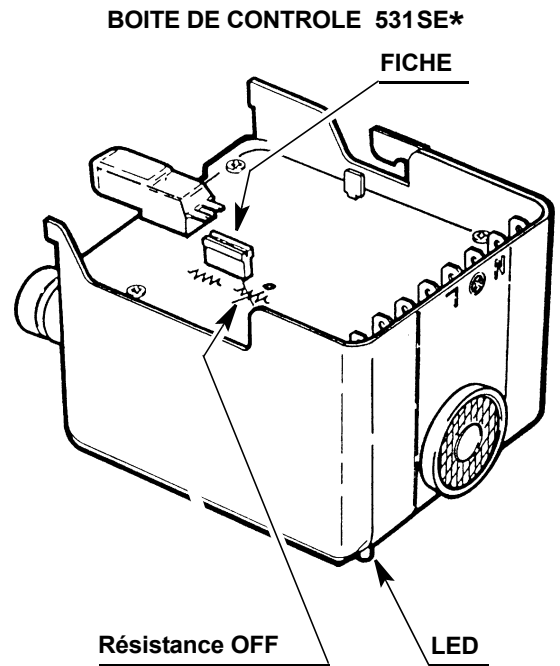

Fig. 20
- ▶ Si le moteur ne démarre pas ça signifie que le défaut n'est ni dans le retardateur ni dans la résistance, mais ailleurs (Fig. 20).